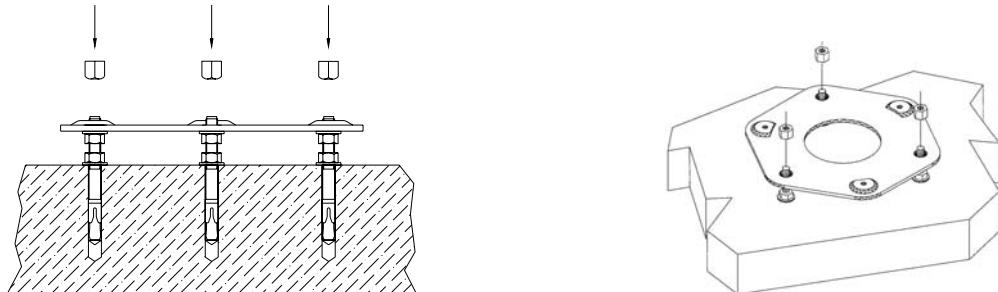

Fig.5
- Alloggiare la base FMC-CBL sui tasselli, verificarne la perfetta messa in piano con livella a bolla e se necessario agire sui dadi esagonali per aumentare o diminuire l'altezza della piastra (fig.5);